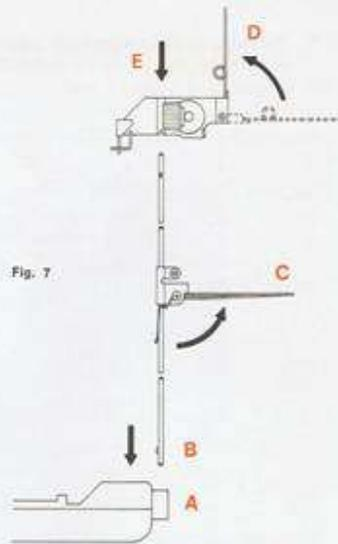

Fig. 7
10) Mise en place du pêcheur : introduire la tige B dans le trou A. Lever le triangle C, faire pivoter à la verticale les deux flexibles D et placer la tête du pêcheur E sur la tige B (fig. 7).